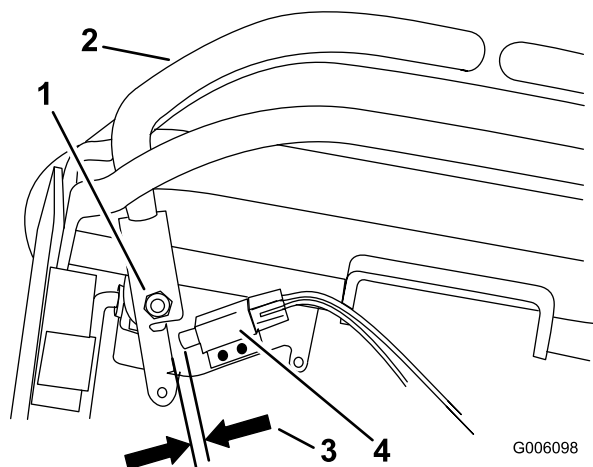

Figura 43
10. Controllate la distanza tra la leva di controllo e l'interruttore come mostrato in Figura 43. La distanza deve essere di circa 3 mm.
11. All'occorrenza, allentate le viti che fissano l'interruttore e regolatelo (Figura 43).